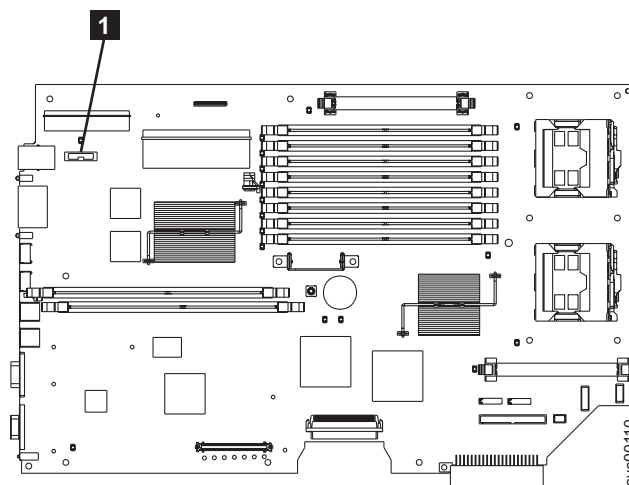

図 99. SAN ボリューム・コントローラー 2145-8F2 上の CMOS バッテリーの位置
1. 新しいバッテリーをバッテリー・ソケット **1** に挿入します。図 99 を参照してください。